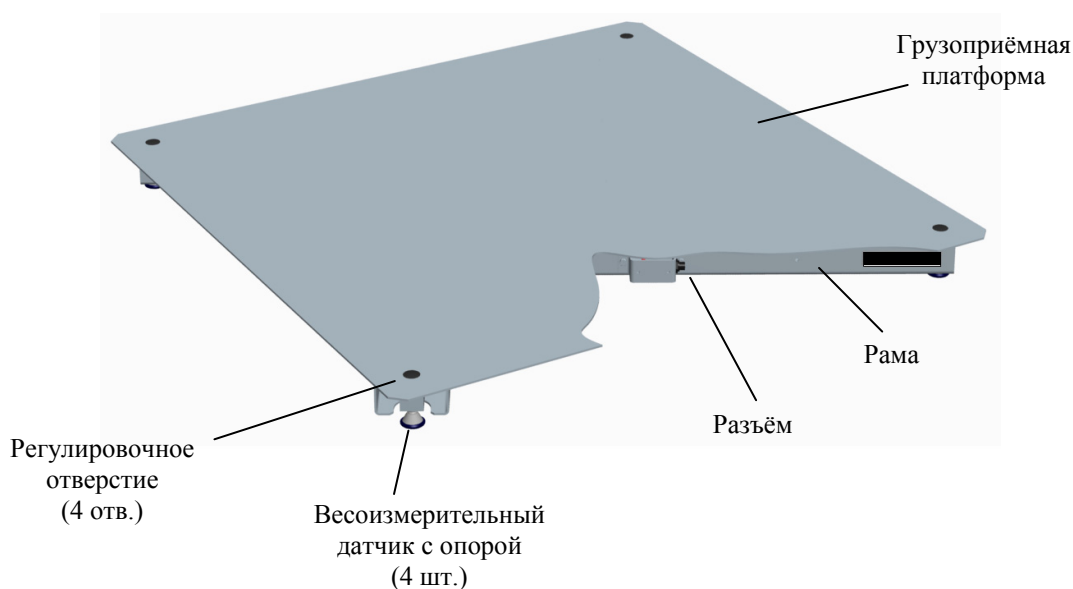

Рис. 4.1 - Модуль взвешивающий 4D-PM-8-500, 4D-PM-2-500
4.1 Модуль представляет собой единую конструкцию из рамы и грузоприёмной платформы. В состав модуля входят четыре цифровых весоизмерительных датчика с опорами (см. Рис. 4.1).